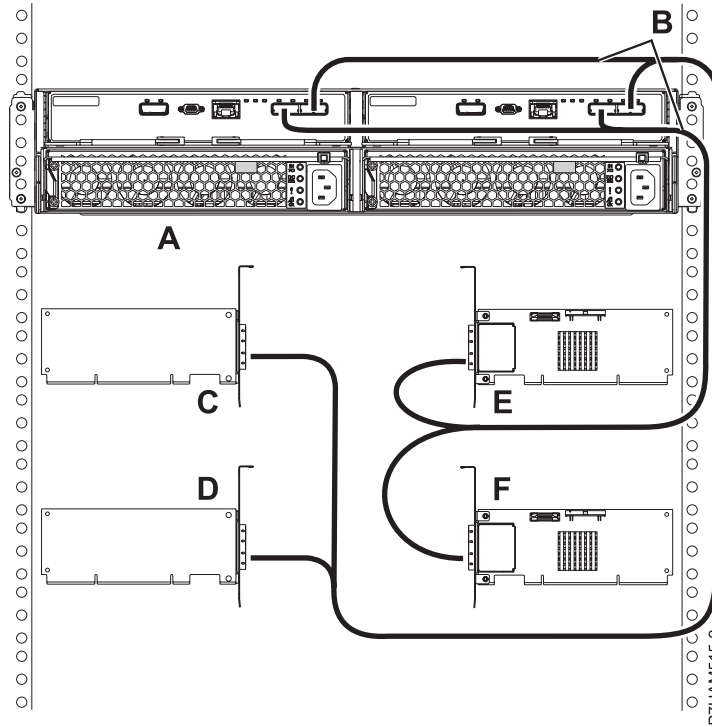

Figure 37. Mode 4 de connexion d'un boîtier d'unité de disque 58/87 via des câbles X à quatre adaptateurs SAS indépendants
- q. Effectuez la connexion de mode 4 d'un boîtier d'unité de disque 58/87 (A) via des câbles X (B) à quatre adaptateurs SAS indépendants, comme illustré dans la figure 37, à la page 36.